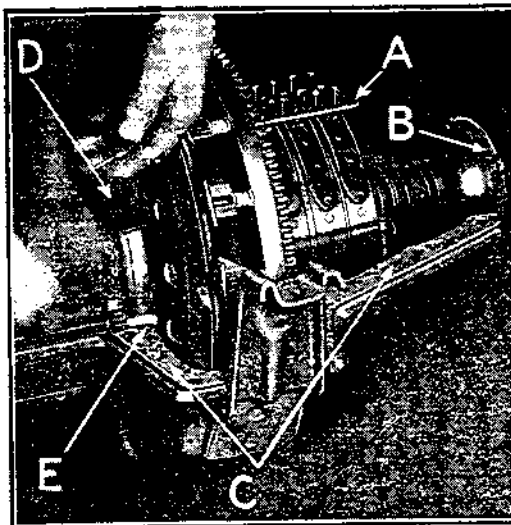

Fig. 304
Pour rendre cette opération plus facile, faire tourner le volant pour qu'un groupe de satellites vienne à environ 10° , soit à droite, soit à gauche de l'axe vertical du volant. Tenir les colliers en place provisoirement sur les tambours à l'aide d'une attache. (Voir A, fig. 304.)
- a) Vérifier soigneusement le joint B du chapeau de rotule, et les joints en liège et en feutre C et D du couvercle de la transmission (fig. 304). A moins que ces joints ne soient en parfait état, les remplacer par des neufs; faute de cette précaution, il se produira une fuite d'huile.
- c) Au montage du joint en feutre, passer un morceau de mèche de bougie (E, fig. 304), sous l'extrémité du joint.